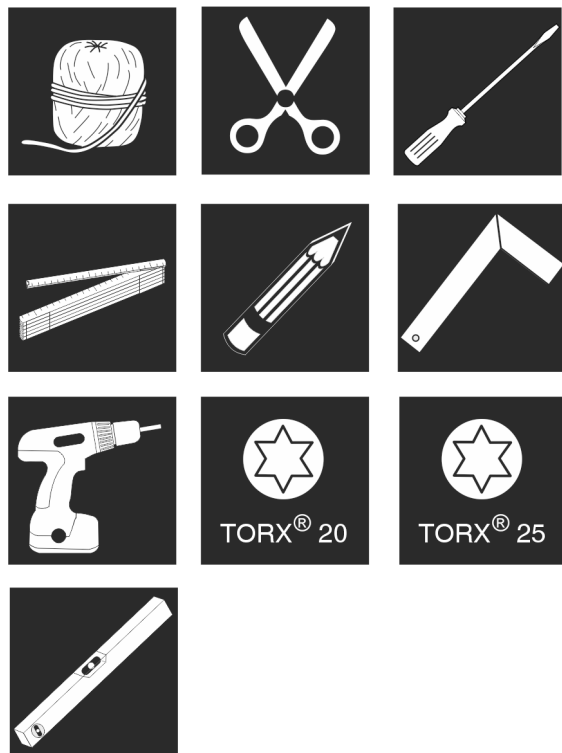

Fig. 9
1. Készítsen elő szerszámot. Fig. 9 ()